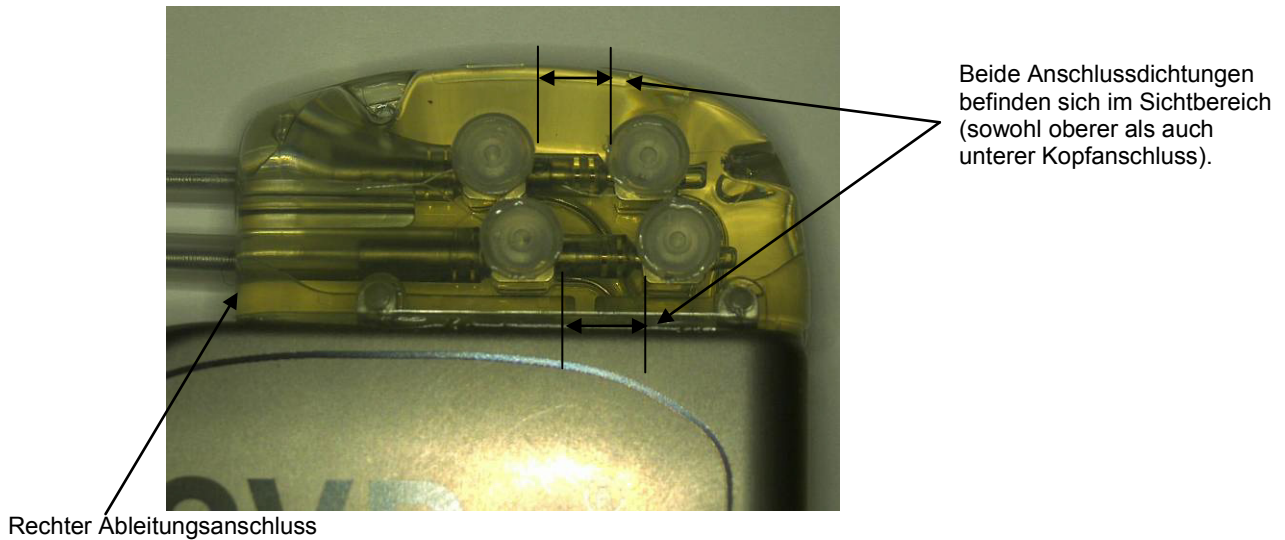
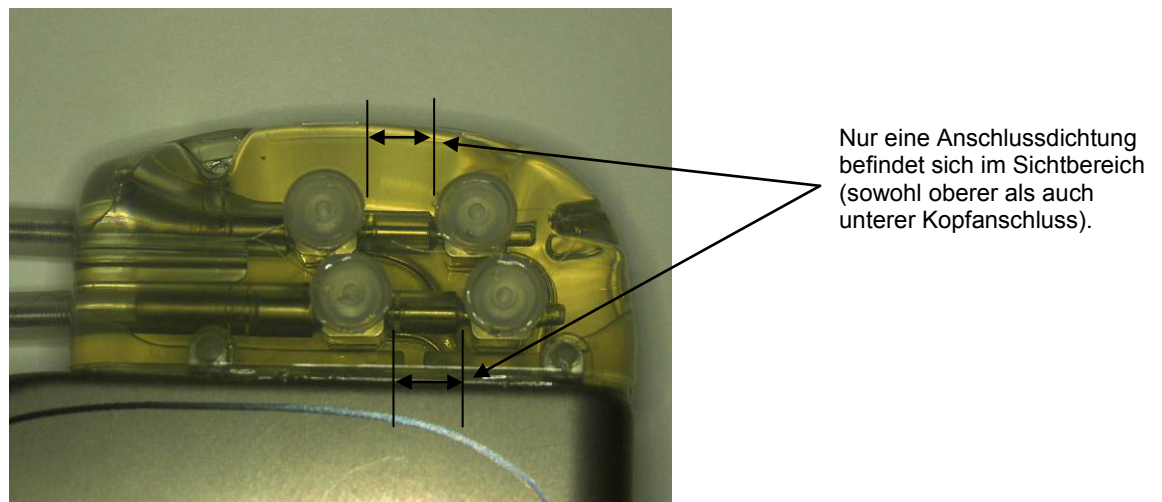

Abb. 20: Einführen des Anschlusses in den IPG-Kopf (korrektes Einführen)
Abb. 21: Einführen des Anschlusses in den IPG-Kopf (inkorrektes Einführen)
- Per Sichtprüfung verifizieren, dass der Anschluss ganz in den Kopf eingefügt wird. Dabei müssen die Dichtungen zwischen den Stellschraubblöcken sichtbar sein (siehe Abb. 20 und Abb. 21).